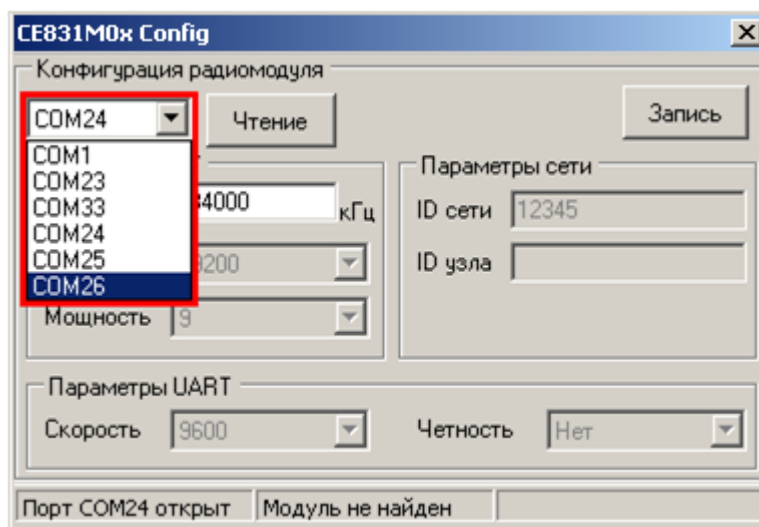

Рисунок 5.27 – Изменение номера используемого COM-порта
- После выбора нового COM-порта необходимо дождаться сообщения в строке статуса (см. рисунок 5.27) о том, что открыт именно выбранный COM-порт (ожидание 1-3 сек.).